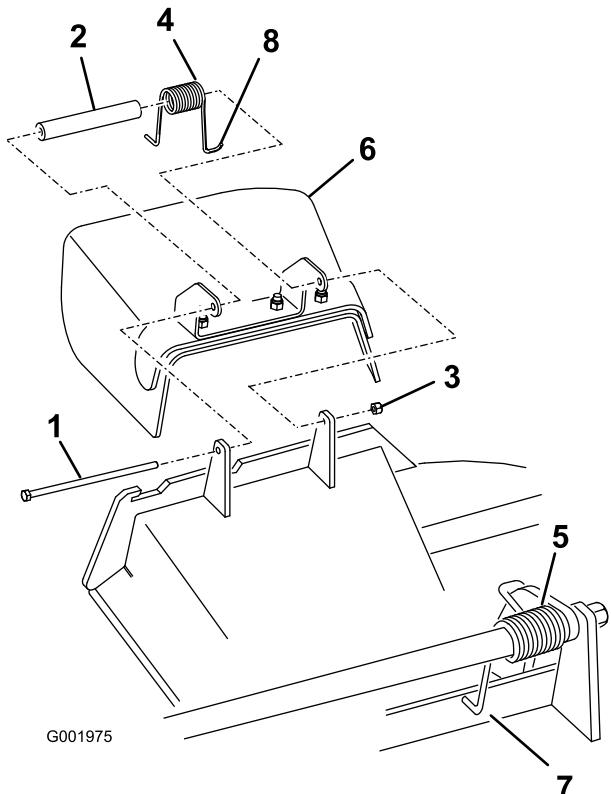

Figura 89
1. Retire la contratuerca, el perno, el muelle y el espaciador que sujetan el deflector a los soportes de pivote (Figura 89). Retire el deflector de hierba dañado o desgastado.
Nota: Asegúrese de colocar el extremo en **L** del muelle detrás del reborde de la plataforma antes de instalar el perno, según se muestra en la Figura 89.
3. Instale el perno y la tuerca. Coloque el extremo en **J** del muelle alrededor del deflector de hierba (Figura 89).